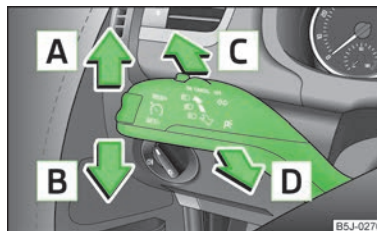

Fig. 26
- Apăsăți maneta de semnalizare » fig. 26 la pagina 42 în sus, respectiv în jos - se aprinde lampa de poziție de pe partea dreaptă, respectiv stângă a autovehiculului.
- Apăsați maneta » fig. 26 în sus , respectiv în jos .
- Apăsați maneta » fig. 26 înspre în față, în sensul săgeții .
- Trageți maneta » fig. 26 spre volan (poziție amortizată) în sensul săgeții - se aprind lumina de drum și lampa de control de pe panoul de bord.